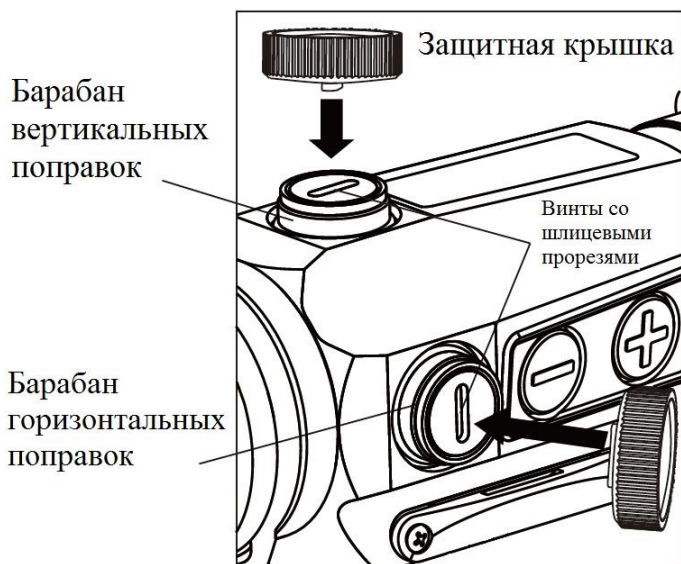

рис.5
1. Сверху прицела находится барабан вертикальных поправок, справа – барабан горизонтальных поправок (см. Рис.5). На фабрике прицельная марка устанавливается в среднее положение.
2. Для ввода поправок можно воспользоваться встроенной в защитную крышку отверткой (см. Рис.5). Обратите внимание на надпись внутри